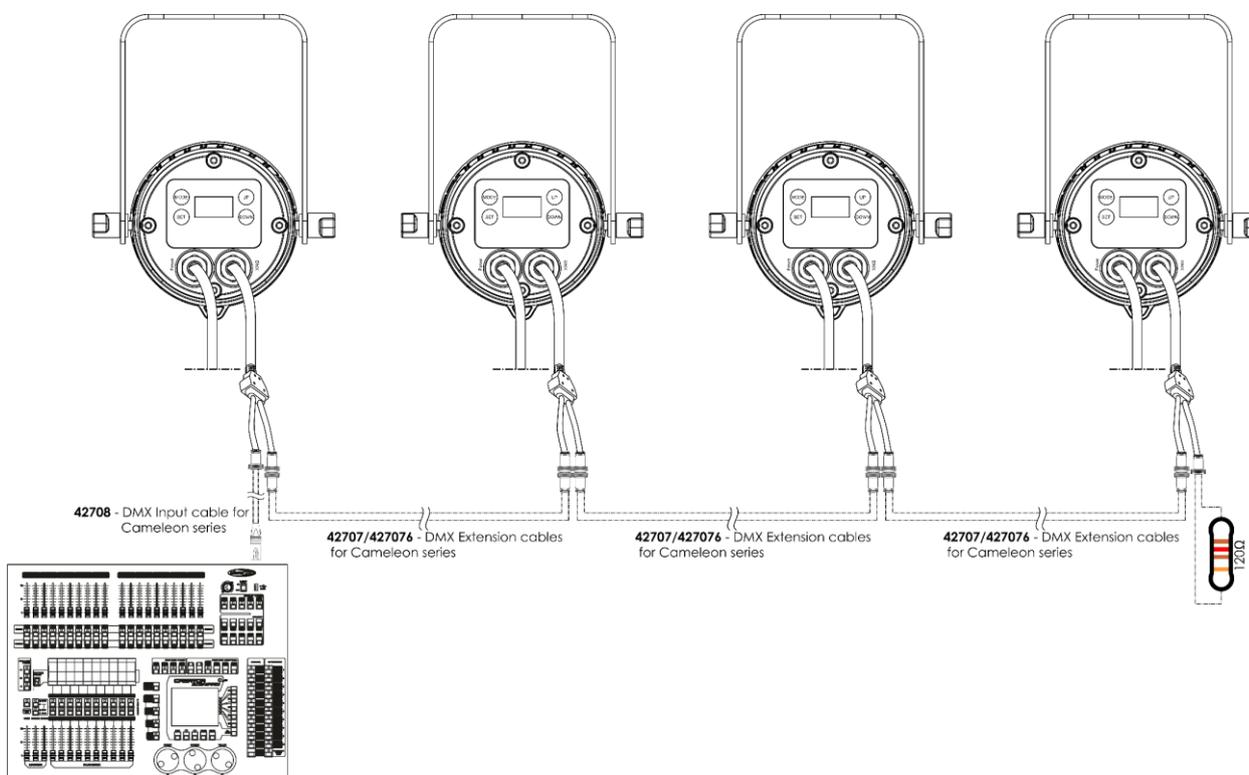

Fig. 04
- 04) Collegare le unità come indicato nella Fig. 04. Collegare il controller luci alla presa DMX "in" della prima unità, usando il cavo di ingresso DMX 42708. Collegare la presa "out" della prima unità alla presa "in" della seconda unità, usando il cavo prolunga DMX 42707/427076, collegare la seconda, terza e quarta unità usando il cavo prolunga DMX 42707/427076.